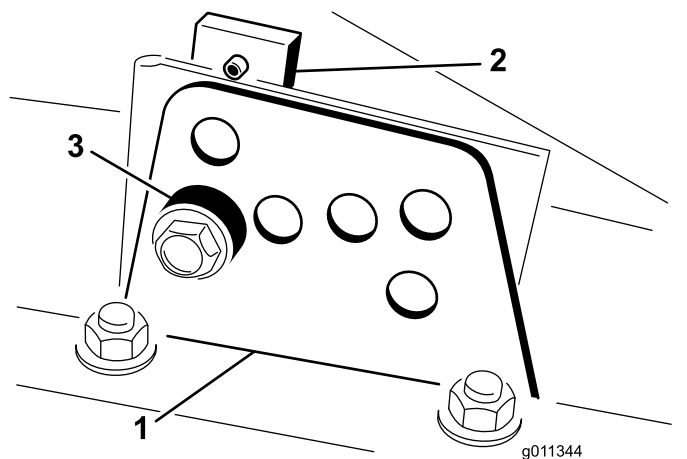

Figura 18
y en cada lado), según se muestra en la Figura 18.
4. Sostenga la cámara y retire el espaciador (Figura 18).